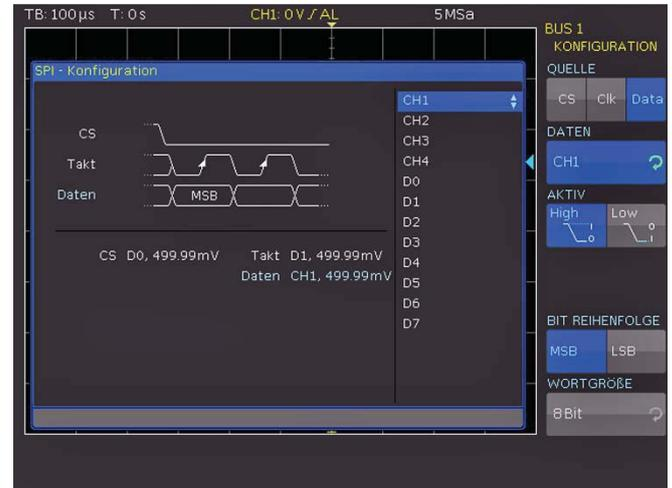

Abb. 12.13: Menü zum Definieren eines SPI Busses
Mit der obersten Softmenütaste **QUELLE** wird der jeweilige Kanal für Chip-Select (CS), Takt (CLK) und Daten ausgewählt. Die jeweilige Softmenütaste **CS**, **CLK** oder **Daten** wird angewählt (Taste blau hinterlegt) und danach mittels der Softmenütaste **DATEN** und dem Universaldrehgeber im CURSOR/MENU Bedienbereich der entsprechende Quellkanal ausgewählt. Im Falle des 2-Draht SPI wählt man hier anstelle der Chip-Select-Quelle die mögliche TOTZEIT. Innerhalb der Totzeit sind Daten und Taktleitung auf Low. Wird die Totzeit erreicht, beginnt ein neuer Frame. Sind die zeitlichen Abstände der Datenpakete zueinander kürzer als die Totzeit, so gehören diese zum gleichen Frame. Die Totzeit kann entweder mit dem Universaldrehgeber im CURSOR/MENU Bedienbereich oder mittels numerischen Eingabe erfolgen (Taste KEYPAD). Zur Kontrolle ist ein kleines Fenster mit den Informationen zu den aktuellen Einstellungen geöffnet (siehe Abb. 12.13).